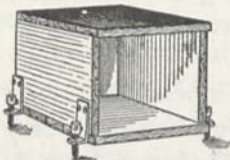

Abb. 136.
3. Für Aufnahmen nahe am Fußboden, z. B. von Schnitzereien an Chorstuhlwanen (vom Fußboden bis zum Sitz) ist ein *ganz niedriges Stativ* — ein **Liliput-Stativ** — nötig. Ich habe mir ein solches aus einer kleinen, kräftigen Kiste (Abb. 136) selbst hergestellt. Mittels der vier langen Seitenschrauben und einer Wasserwage läßt sich die auf der Kiste aufgeschraubte Kamera rasch und sicher wagrecht ausrichten.